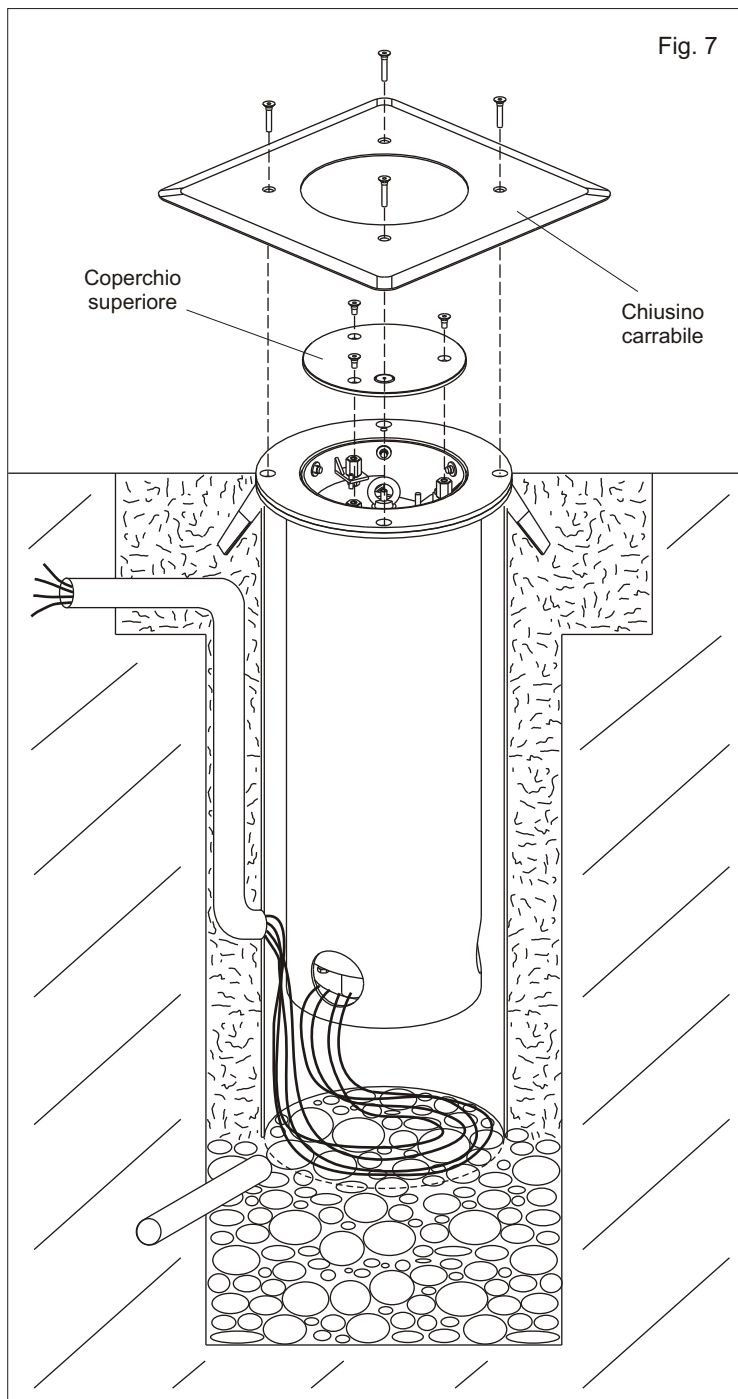

Fig. 7
2.3. Portare il dissuasore a battuta con la piastra di fondazione avendo cura di lasciar adagiare sul fondo del tubo i cavi elettrici. (Fig. 7)
2.4. Fissare il dissuasore alla piastra di fondazione mediante il chiusino carrabile e le 4 viti in dotazione (Fig. 7).
Successivamente montare il coperchio superiore. (Fig. 7)